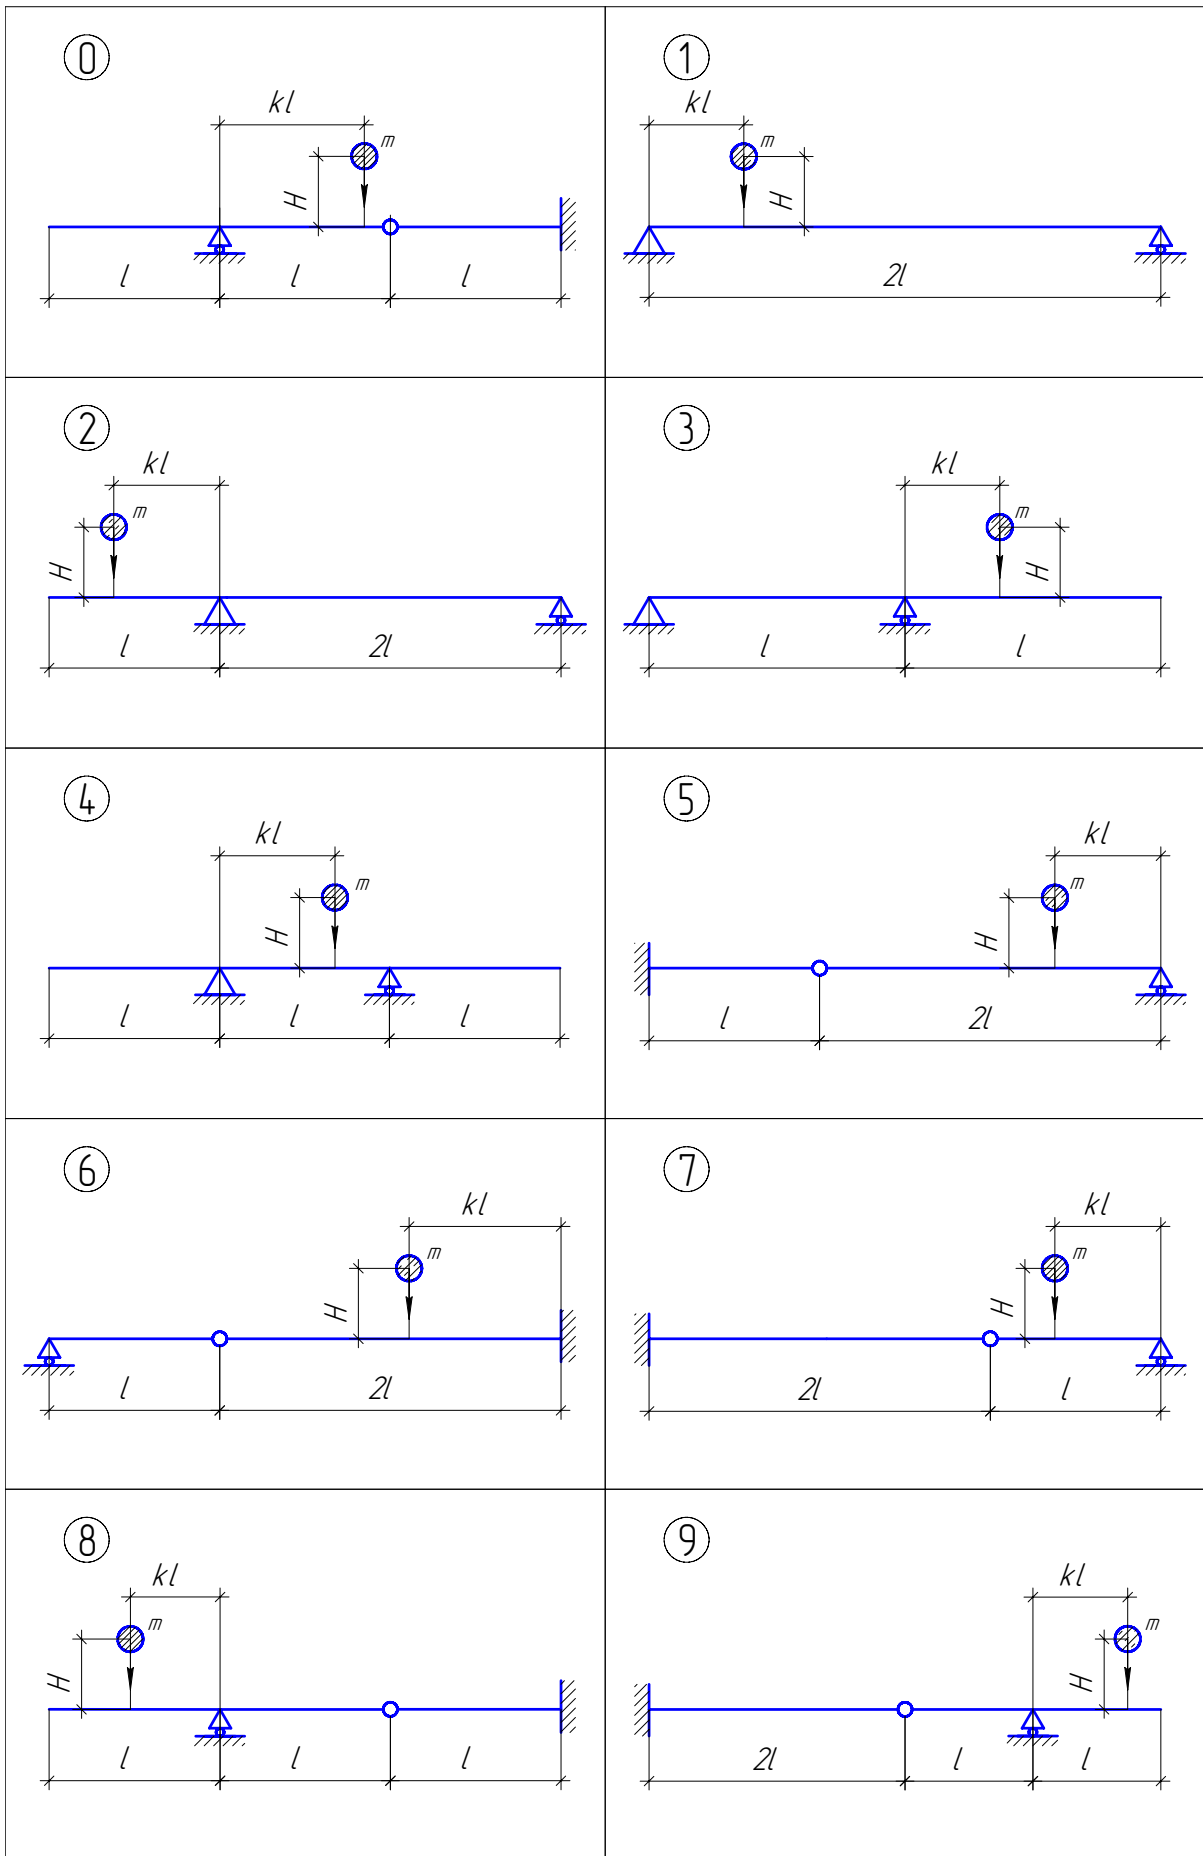

Рис. 6.3.1. Схемы балок.
- 1-я цифра варианта – номер схемы балки (рис. 6.3.1)